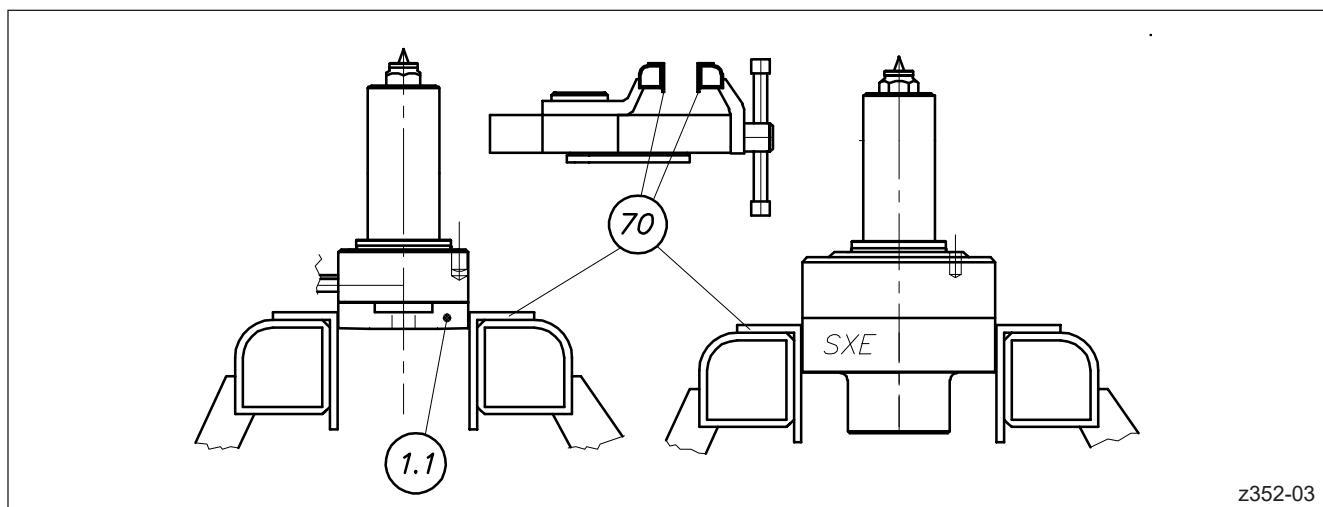

Abbildung 71: Einspannen der ausgebauten HPS III Düse im Schraubstock
Die Düse muss immer am Druckrohr (Pos. 1.1) eingespannt werden. Eine HPS III-SXE Einzeldüse wird am Körper eingespannt (vgl. Abbildung 71).
1. Für den Spitzenwechsel innerhalb des Werkzeugs Konturplatte (Pos. 56) in kaltem Zustand entfernen. Für den Spitzenwechsel bei ausgebauter Düse diese in den Schraubstock einspannen (vgl. Abbildung 71) und an ein Heißkanalregelgerät anschließen.